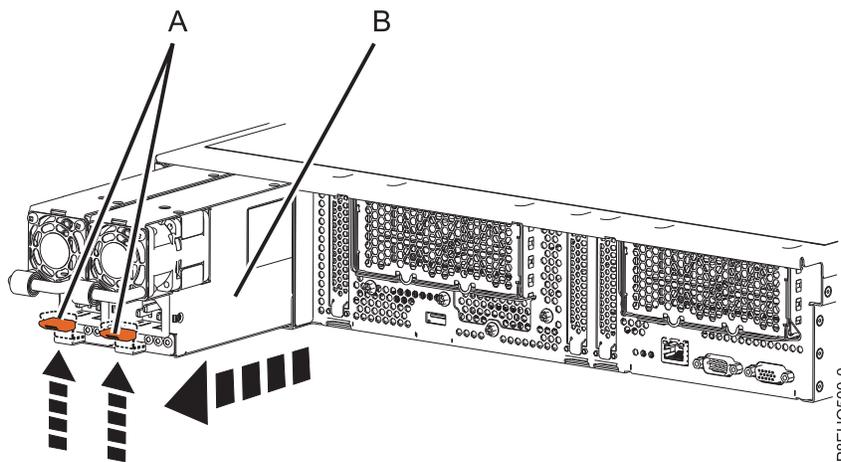

図 52. システムから電源装置を取り外す
- システム内の所定の位置から電源装置を取り外すには、赤褐色のロッキング・タブ (A) を引き上げます。『図 52』を参照してください。
- 電源装置のハンドルを片方の手でつかみ、システムから電源装置 (B) を途中まで引き出します。